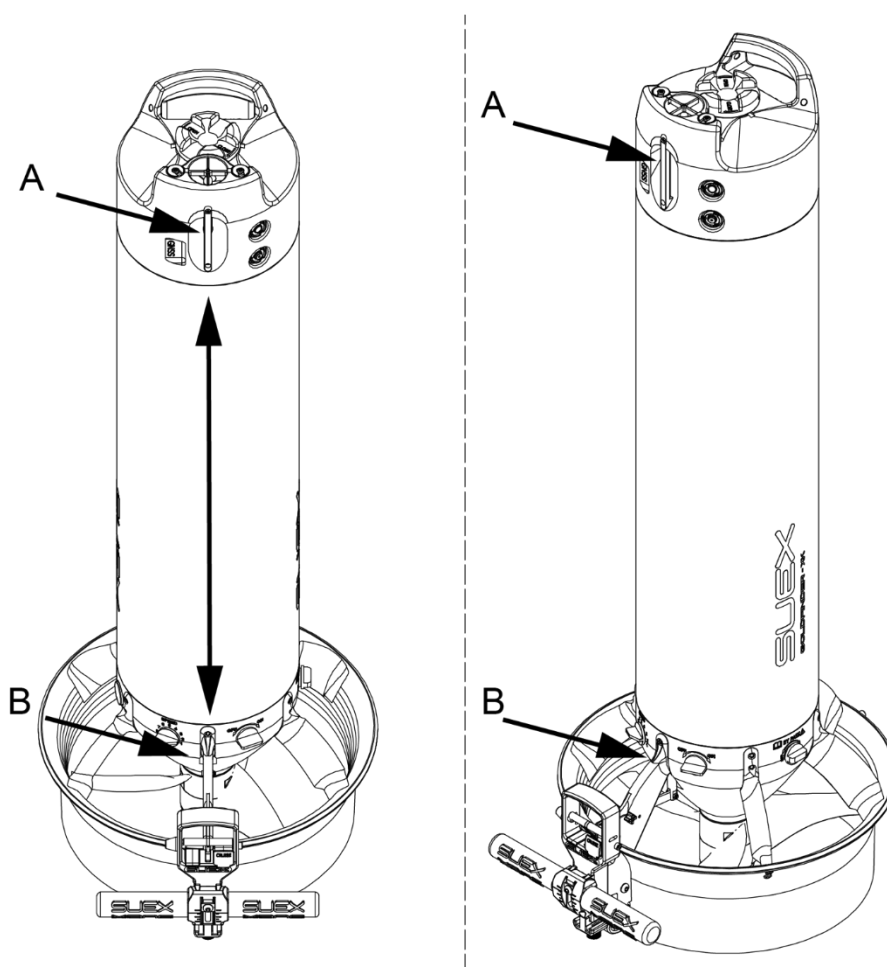

Fig 10 - Allineamento musone - razza
- Assicurarsi di ALLINEARE la BARRA VERTICALE (A - Fig 10 - a pag. 12) del musone con la RAZZA con grilletto (B);
- Assicurarli di ALLINEARE la barra verticale (A - **Fig 10 - a pag. 12**) del musone con la RAZZA con grilletto (B) dello scooter;
Verificare di aver allineato la BARRA verticale (A - **Fig 10 - a pag. 12**) del musone con la RAZZA con grilletto (B) dello Scooter;